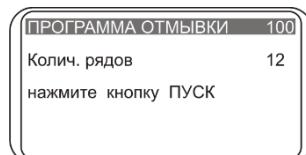

Рисунок 5. Установка количества промываемых рядов
- 5.12. Если необходимо промыть меньшее количество рядов, чем стандартные 12 рядов планшета, перед запуском нажмите кнопку **Возврат/Ряд**. Программа отображает надпись (рис. 5).